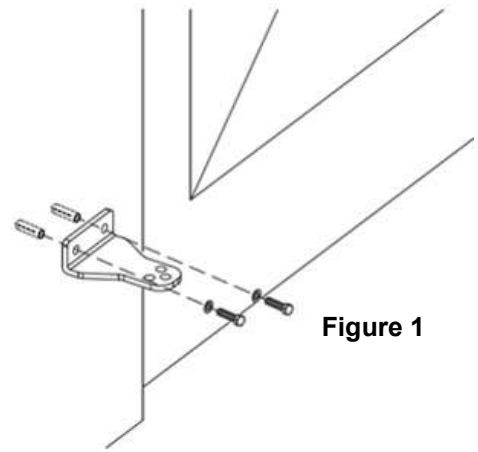

Figure 1
2. Etablir le point de fixation de l'étrier arrière (**figure 1**) en fonction des cotes A, B (section C3) et des dimensions fournis (section C2).
1. Retirez les 4 vis du capot du boîtier électronique (**figure 1**).